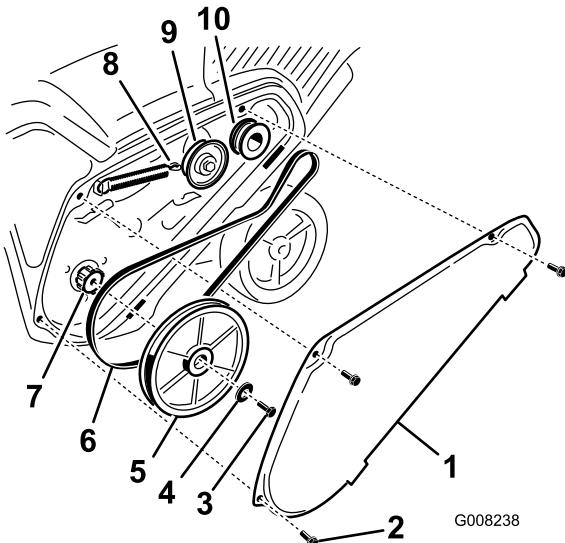

Figure 24
2. Décrochez le ressort de frein du bras de la poulie de tension pour détendre la courroie (Figure 24).
3. Enlevez la vis et la rondelle bombée qui retiennent la poulie de rotor (Figure 24).
4. Retirez la poulie de rotor et la courroie d'entraînement (Figure 24).
Remarque: Acheminez la courroie neuve autour de la poulie du moteur, puis de la poulie de tension, et enfin autour de la poulie de rotor desserrée, située juste au-dessus de l'arbre de rotor (Figure 24).
6. Montez la poulie de rotor sur l'arbre de rotor (Figure 24).
7. Montez la rondelle bombée et le boulon de fixation de la poulie de rotor, et serrez-les solidement (Figure 24).